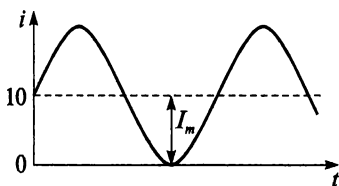

Рис. 13.4
6. Какова постоянная составляющая тока, график которого представлен на рис. 13.4?